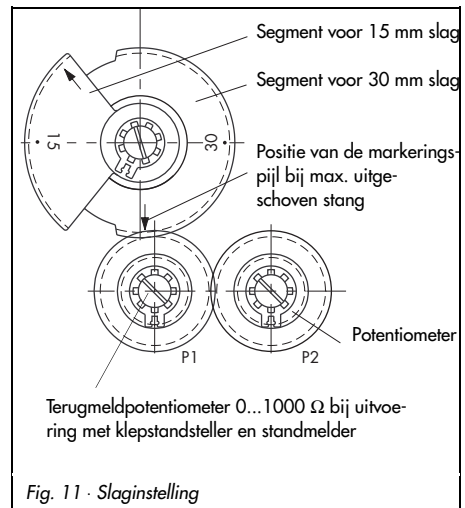

Fig. 11 · Slaginstelling
3. Overeenkomstig de nom. slag van het regelventiel (15 resp. 30 mm) het bijbehorende segmenttandwiel zodanig op de as verdraaien, dat de markeringspijl boven het ingrijppunt van de tandwielen ligt (fig. 11).
4. Overeenkomstig de nom. slag van het regelventiel (15 resp. 30 mm) het bijbehorende segmenttandwiel zodanig op de as verdraaien, dat de markeringspijl boven het ingrijppunt van de tandwielen ligt (fig. 11).
Afhankelijk van de uitvoering kan de aandrijving met een of twee potentiometers (fig. 11) zijn uitgevoerd. Bij aandrijvingen met klepstandsteller of standmelder is een van beide potentiometers (P1) voor de interne terugmelding; de weerstandswaarde daarvan kan niet voor signaleringsdoeleinden naar buiten worden gevoerd.
ringspijl boven het ingrijppunt van de tandwielen ligt (fig. 11).